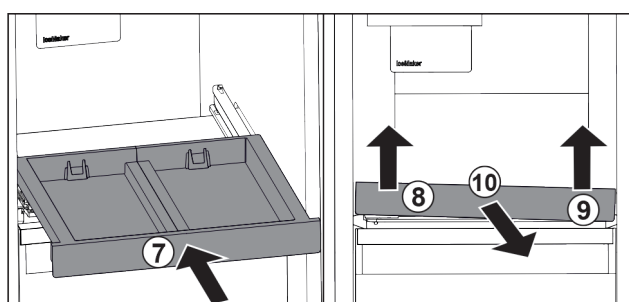

Fig. 106
- ▶ Rentrer le compartiment coulissant. *Fig. 106 (7)*
- ▶ Soulever le compartiment coulissant au niveau de la partie avant gauche. *Fig. 106 (8)*
- ▶ Soulever le compartiment coulissant au niveau de la partie avant droite. *Fig. 106 (9)*
- ▶ Retirer le compartiment coulissant par l'avant. *Fig. 106 (10)*